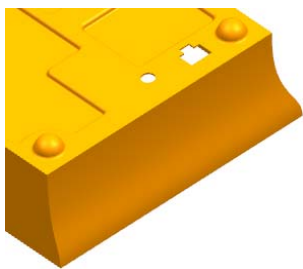

图 8-78 创建法向除料特征
(4) 返回到“法向除料”对话框，单击 按钮，创建法向除料特征，如图 8-78 所示。